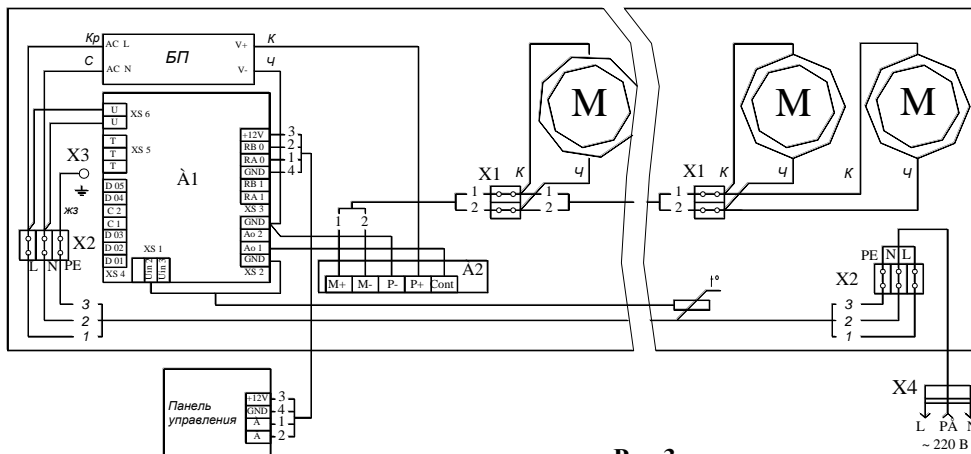

Рис.3
5.5. Для исполнения конвектора ВП с блоком питания через кабельный ввод 9 (см. Рис.1) произвести электрическое подсоединение конвектора к регулятору скорости с управляющим напряжением от 0 до 10 В (см. Рис.3).
Для исполнения конвектора с принудительной конвекцией ВП с блоком питания через кабельный ввод 9 (см. Рис...) произвести электрическое подсоединение конвектора к регулятору скорости с управляющим напряжением от 0 до 10 В (см. Рис.3).